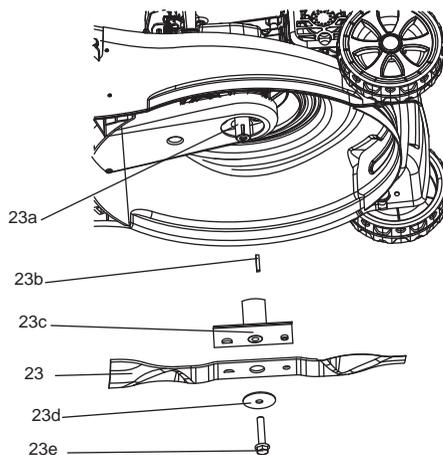

Fig. 17
- Maintenir le dessous du produit et le dispositif de coupe (23) propres et exempts de débris. Retirer l'herbe coupée de la goulotte d'évacuation.
- Garder le dispositif de coupe (23) aiguisé pour conserver de bonnes performances de coupe. Si le dispositif de coupe est usé ou endommagé, le remplacer par un nouveau dispositif de même type ou demander à un spécialiste qualifié de l'aiguiser.
- Desserrer la vis de tension de la lame (23e) dans le sens antihoraire à l'aide d'une clé et la déposer avec la rondelle conique (23d), le dispositif de coupe (23), l'adaptateur de lame (23d) et le tenon (23b) (Fig. 17).
- Lubrifier le dispositif de coupe (23) après chaque utilisation pour prolonger la durée de vie du dispositif de coupe et du produit. Appliquer une huile machine légère le long du tranchant du dispositif de coupe (Fig. 17).